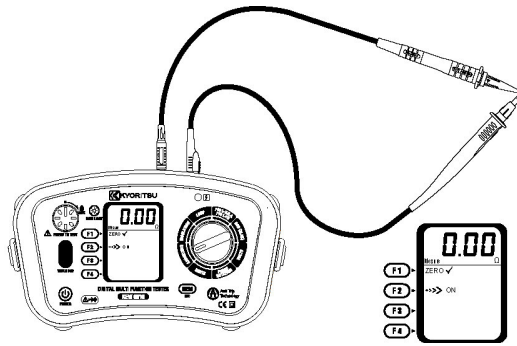

Fig.13
3 Court-circuitez les pointes de touche des cordons (Fig.13), pressez et verrouillez le bouton de test. La valeur de résistance s'affichera.
- 5 Relâchez le bouton de test. Pressez le bouton de test et assurez-vous que l'affichage est égal à zéro avant de continuer. Pendant cette fonction, le message "NULL✓" apparaît (voir Fig.13). La valeur zéro est mémorisée, même si vous déclenchez l'instrument. La valeur zéro peut être annulée en déconnectant les cordons et en pressant le bouton de remise à zéro (F1) lorsque le bouton de test est enfoncé ou verrouillé. Le message NULL OFF s'affiche pour confirmer.